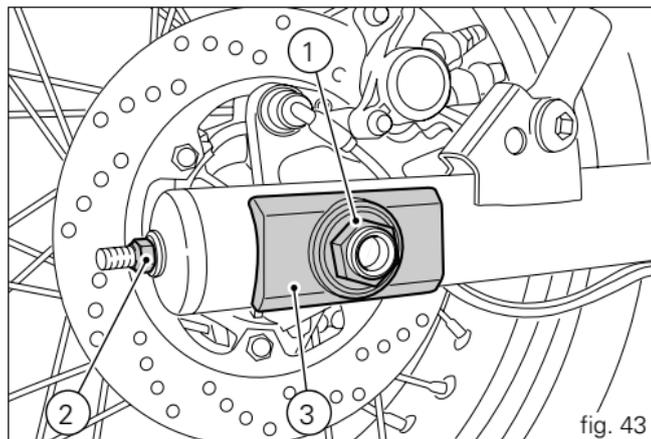

fig. 43
Per registrare la tensione allentare il dado (1, fig. 43) del perno ruota; avvitare della stessa entità, in senso orario, i dadi (2) su entrambi i lati del forcellone per aumentare la tensione o svitare per diminuirla. In quest'ultimo caso è necessario spingere in avanti la ruota.
Verificare la corrispondenza, su entrambi i lati del forcellone, delle tacche di posizionamento rispetto all'indice del cursore (3, fig. 43); in questo modo sarà garantito il perfetto allineamento della ruota.